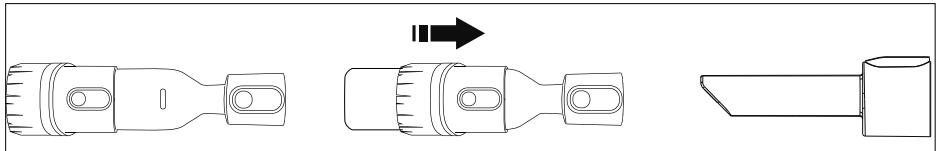

Fig. 7
Bocchetta per fughe (6) (vedere la fig. 7)	<ul style="list-style-type: none"> • Aspirazione di angoli, punti non raggiungibili dalla bocchetta per pavimenti, telai delle finestre, pieghe dei tessuti, ecc.
Bocchetta 2 in 1 (7) (vedere la fig. 7)	<ul style="list-style-type: none"> • Spazzola: aspirazione di oggetti delicati come libri, cornici o imbottiture, tende, reti • Solo bocchetta: letti, divani, imbottiture